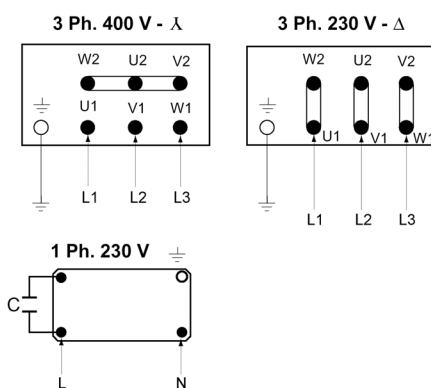

Fig. 3: Netzanschluss
- Netzanschluss siehe auch Fig. 3.